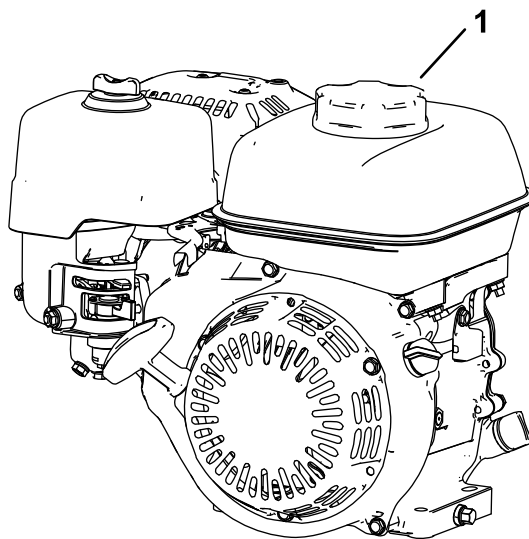

Figure 14
1. Nettoyez la surface autour du bouchon du réservoir de carburant et enlevez le bouchon (Figure 14). Remplissez le réservoir de carburant jusqu'à la base de l'ouverture du goulot ; voir le *manuel du propriétaire* du moteur.